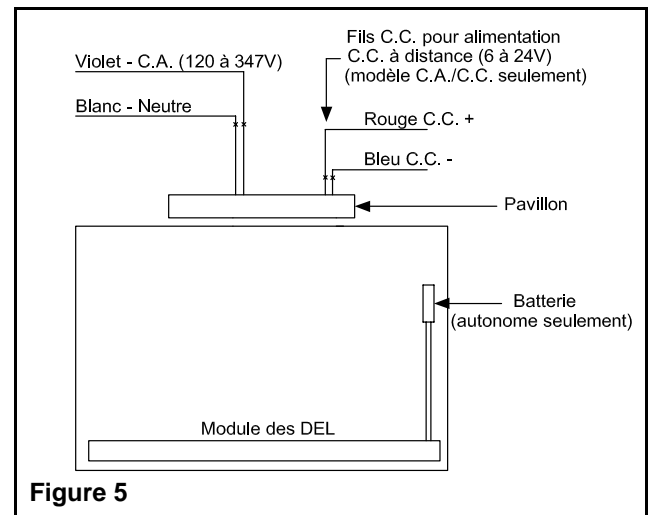

Figure 5
5. Effectuer les connexions nécessaires (voir fig. 5). Raccorder le fil violet et le fil blanc (neutre) au service de l'édifice (120 à 347V). Pousser les fils dans la boîte de jonction. Pour les modèles à alimentation C.C. à distance, raccorder le fil rouge au positif de l'alimentation en C.C. et le fil bleu au négatif (6 à 24Vcc).